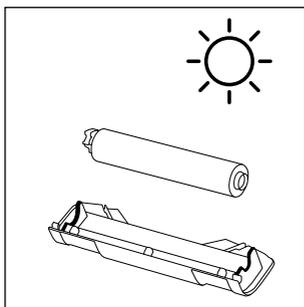

Rys. 35
- ◆ Umyj osłonę przeciwbryzgową **7** oraz wałek szczotkowy **6** pod bieżącą, ciepłą wodą (patrz rys. 35).